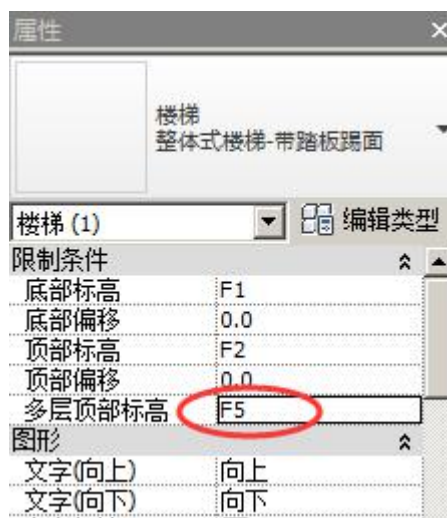

图 8-10 多层顶部标高
- 分别选择一楼的两个楼梯，在属性面板修改“多层顶部标高”为“F5”（图 8-10）。